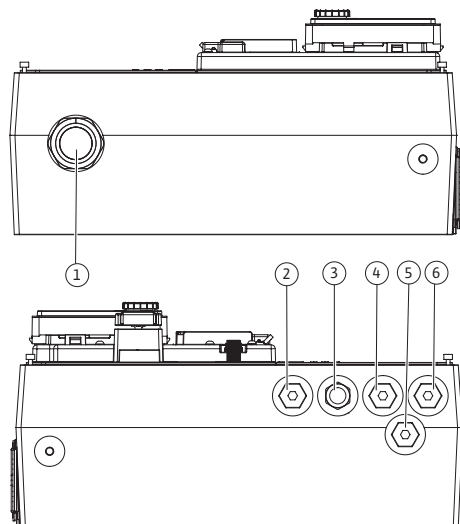

Fig. 24: Kaabli keermesühendused/kaabli läbiviigud (11 kW ... 22 kW)
Elektroonikamooduli ühel küljel (Fig. 24) on viis kaabliühendust klemmiruumi. Kaabliühendus toite jaoks asub teisel küljel.
Juhtige ühenduskaabel läbi M40 kaabli keermesühenduse (Fig. 24, pos. 4, 11 kW ... 22 kW puhul).